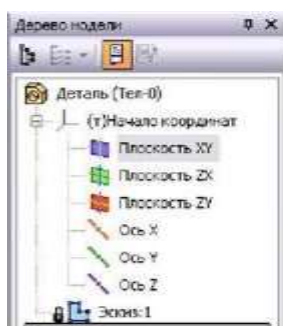

Рисунок 7.21 - *Дерево модели*
1) Выбрать для эскиза *Плоскость XY* (*Дерево модели* – рисунок 7.21). Вычертить прямоугольник с произвольными параметрами так, чтобы точка *Начало координат* находилась внутри прямоугольника как на рисунке 7.22.